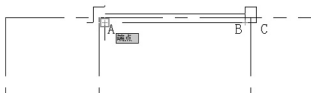

图 4.12 绘制 AB 墙的正确操作
(3) 再次按 Enter 键重复【多线】命令。
① 在指定起点或 [对正(J)/比例(S)/样式(ST)]: 提示下，捕捉 B 点。
② 在指定下一点或 [闭合(C)/放弃(U)]: 提示下，将光标水平向左拖动，然后捕捉 A 点(如图 4.12 所示)，按 Enter 键结束命令，绘制出 BA 墙体。